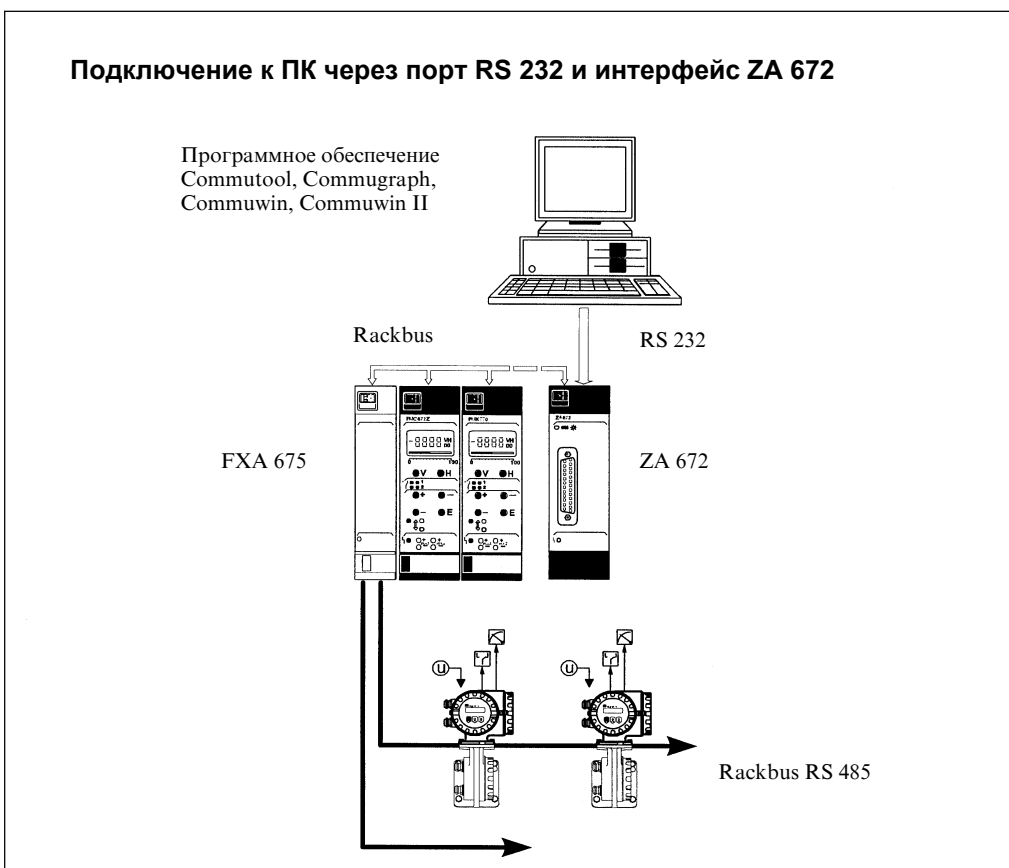

Рис. 40
- подключение к системе верхнего уровня через интерфейсный модуль FXA 675 и шлюз MODBUS, PROFIBUS или FIP (см. рис.40).